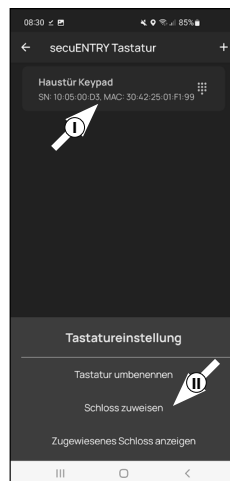

Fig. 10
11 Na lista de teclados registados, toque na entrada do teclado desejado (I) (Fig. 10) e, na janela de menu exibida, toque em "Atribuir fechadura" (II) (Fig. 3).